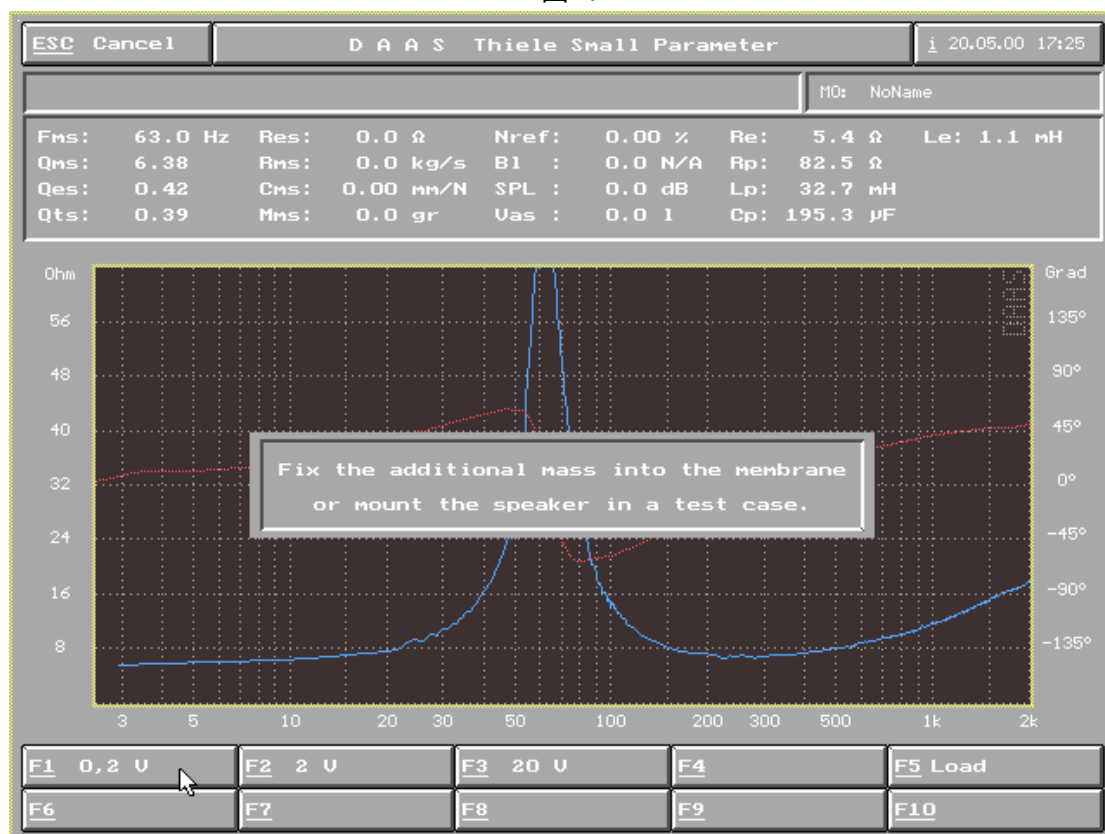

图 30
- 8) 选择 F1 0.2V 开始测试 VAS 值（图 30）